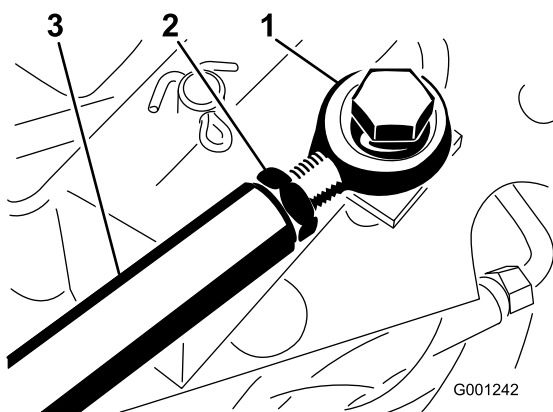

Bild 80
Wenn eine weitere Einstellung erforderlich ist, stellen Sie die Fahrtriebsstange (**Bild 80**) wie folgt ein:
2. Lösen Sie die Klemmmutter, mit der das Stangenende an der Fahrtriebsstange befestigt ist (**Bild 80**).
4. Ziehen Sie die Klemmmutter (**Bild 80**) fest und befestigen Sie das Ende der Stange mit der abgenommenen Schraube und Mutter am Fahrpedal, um den Winkel des Pedals zu arretieren.